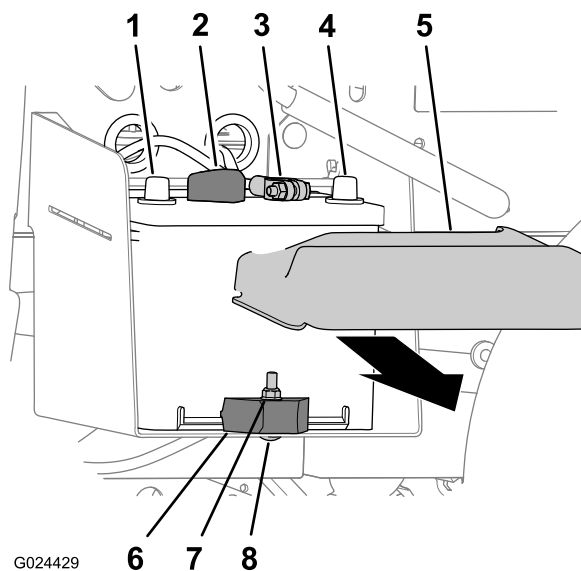

Figura 46
1. Schiacciate i lati del coperchio della batteria e rimuovete il coperchio dalla parte superiore della batteria stessa (Figura 46).
2. Scollegate il cavo negativo della batteria dal relativo morsetto (Figura 46).
3. Scollegate il cavo positivo della batteria dal relativo morsetto (Figura 46).
2. Eliminate dado di bloccaggio, bullone a testa tonda e morsetto della batteria che fissa la batteria al relativo vassoio (Figura 46).
3. Togliete la batteria dal relativo vassoio (Figura 46).
1. Montate la batteria sul relativo vassoio della macchina (Figura 46).
Nota: Accertate che i poli positivi e negativi della batteria siano allineati come mostrato in Figura 46.
2. Fissate la batteria al relativo vassoio con morsetto, bullone a testa tonda e dado di bloccaggio (Figura 46).
1. Collegate il cavo positivo della batteria al relativo morsetto (Figura 46).
2. Collegate il cavo negativo della batteria al relativo morsetto (Figura 46).
3. Montate il coperchio della batteria sulla parte superiore della batteria stessa (Figura 46).